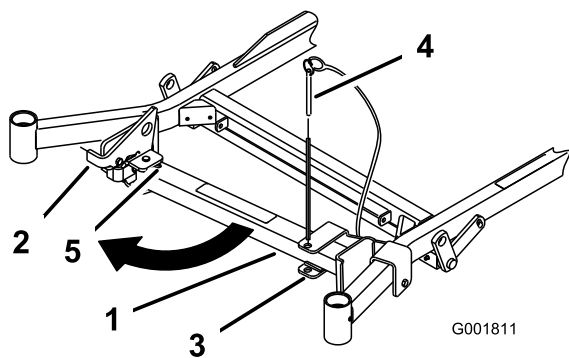
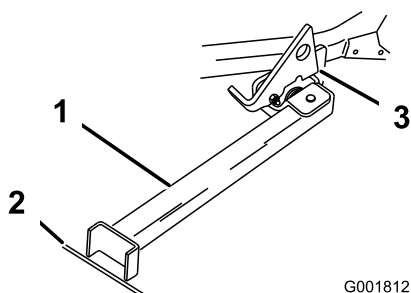

Figura 26
Figura 27
2. Retire el pasador del soporte (Figura 26).
- Levante el enganche. Gire el pie del soporte hacia adelante, y deslice el soporte hacia la máquina, hasta que encaje en la parte de abajo de la ranura (Figura 26 y Figura 27).
- Ponga el pie del soporte en el suelo con el enganche descansando sobre la pestaña de giro (Figura 27).
Nota: Para obtener los mejores resultados, coloque el pie del soporte en una ranura de la acera o en el césped (Figura 27).
- Conduzca la máquina sobre el soporte. Pare cuando el enganche caiga por encima de la pestaña a la posición bloqueada (Figura 27). Una vez que esté sobre el soporte, ponga el freno de estacionamiento y apague el motor.
- Ponga el soporte de nuevo en su posición de descanso (Figura 26).